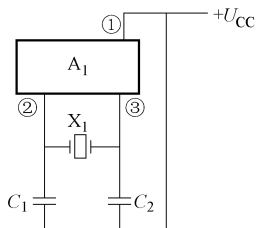

图 16-17 外接振荡元件引脚电路之四
4) 电路之四。如图 16-17 所示是外接振荡元件引脚电路之四。这是另一种形式的电路,该电路特点是电容  $C_1$  和  $C_2$  不是直接接地,而是接在直流电源 +  $U_{CC}$  端。